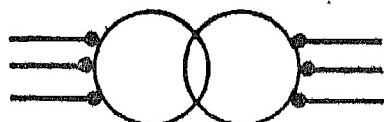

Fig. 3. — Symbole graphique qui sert aux électriciens à représenter un transformateur triphasé.
b) D'autre part, des appareils très simples, ne comportant aucun organe mobile, appelés *transformateurs*, permettent de transformer un courant alternatif en un autre, présentant soit une tension beaucoup plus grande, soit une tension beaucoup plus faible (fig. 3).